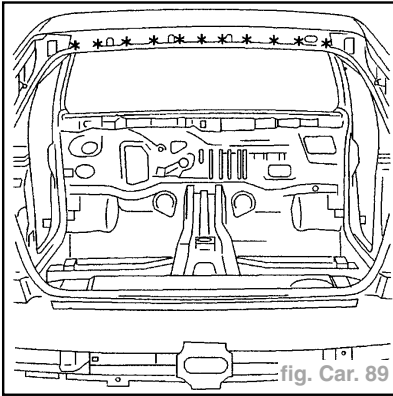

fig. Car. 89
- Dégraffer les points à l'aide d'une fraise de  $\varnothing = 8 \text{ mm}$  (fig. Car. 89).